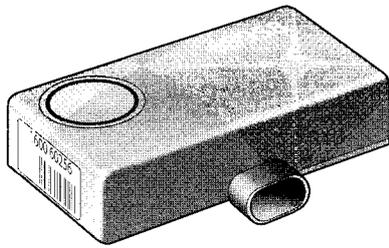

Figure 16. Smart Siren (en option)
- Voir la Figure 16. Activer la sirène optionnelle.